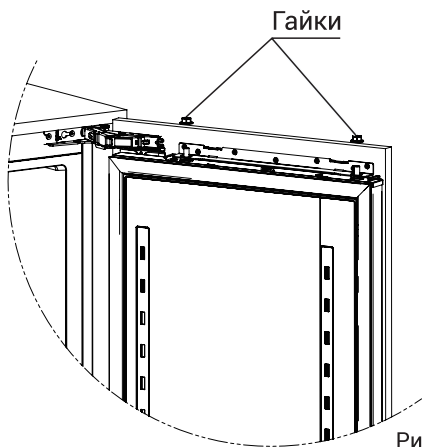

Рис. 9
После монтажа петель, установите фасад на дверь холодильника и зафиксируйте гайками (см. рис. 9).
7. Установите крепёжные пластины на дверцы фасада, подвесьте дверцы фасада к прибору.(см. рис. 9)